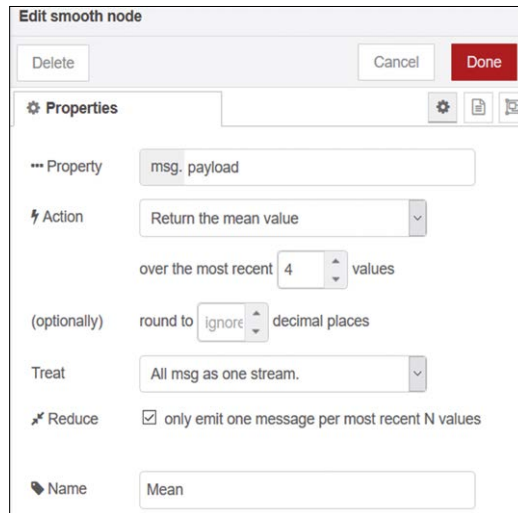

Figure 4.37 Créer un nœud lisse
- Créer un nœud lisse nommé **Signifier**, comme indiqué dans la figure 4.37, cliquez sur **Terminé**, et définissez les paramètres suivants :